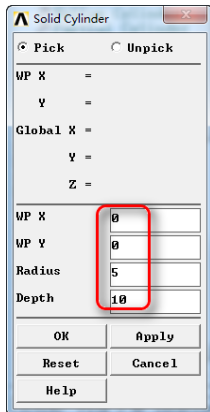
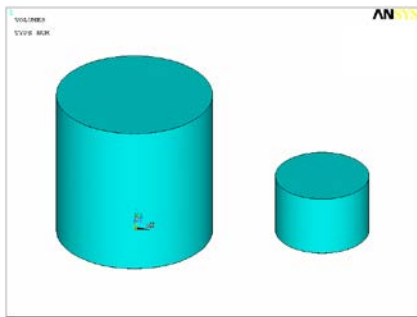

图 3-41 创建圆柱体
图 3-42 生成的两个圆柱体
③在打开的创建柱体对话框中，“WP X”输入 0，“WP Y”输入 0，“Radius”输入 5，“Depth”输入 10，单击“Apply”按钮。
④在“WP X”输入“12”，“WP Y”输入“0”，“Radius”输入 3，“Depth”输入 4，单击“OK”按钮生成一个圆柱体。输入过程如图 3-41 所示，得到两个圆柱体，结果如图 3-42 所示。